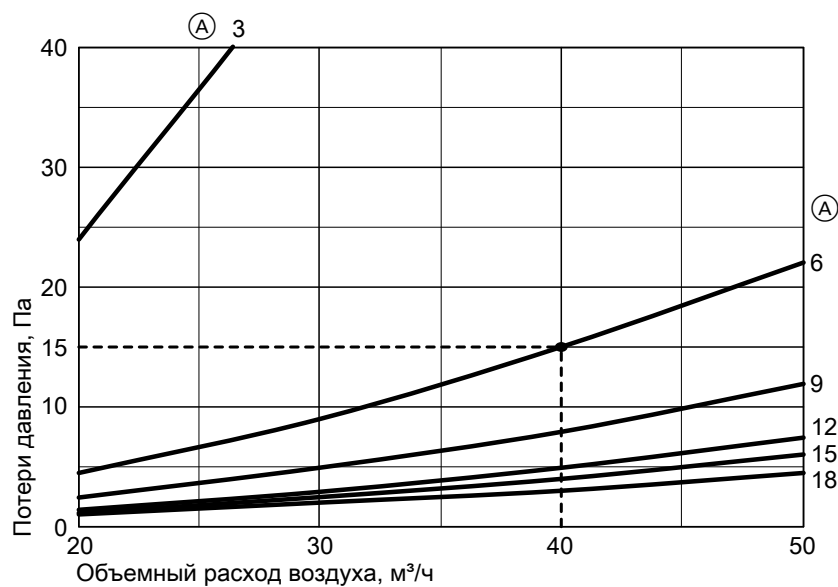

Рис. 132
1. В зависимости от планируемых значений потери воздуха и объемного расхода воздуха с помощью диаграммы для отдельных участков определить необходимый кольцевой зазор (рис. 132).